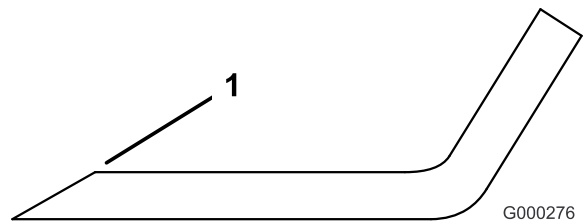

Bild 67
1. Schärfen Sie die Schnittkante an beiden Enden des Schnittmessers mit einer Feile (Bild 67). Behalten Sie den ursprünglichen Winkel bei. Das Schnittmesser behält seine Auswuchtung bei, wenn von beiden Schnittkanten die gleiche Materialmenge entfernt wird.